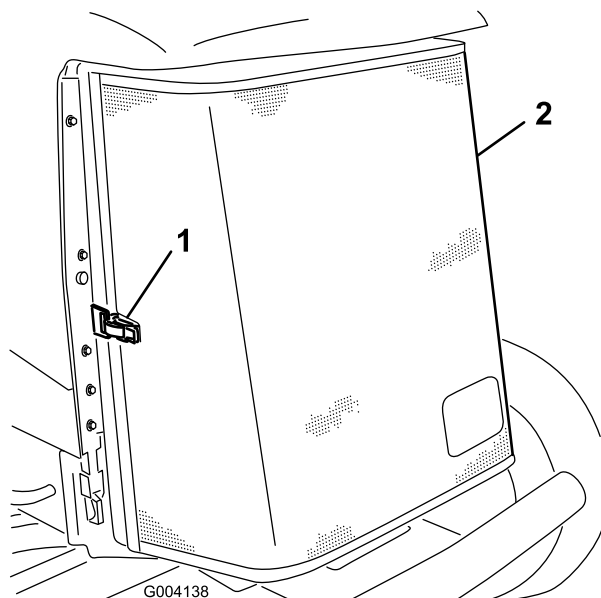

Figura 49
3. Desenganche y abra la rejilla trasera (Figura 49).